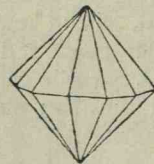

Fig. 149. Piramida dodecagonală.
2. Modificând fiecare unghi solid prin câte două fețe, obținem **Piramida dodecagonală**, fig. 149.